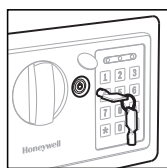

Figura 2
2. Inserte la llave de acceso manual en la cerradura hasta que tope (figura 2).